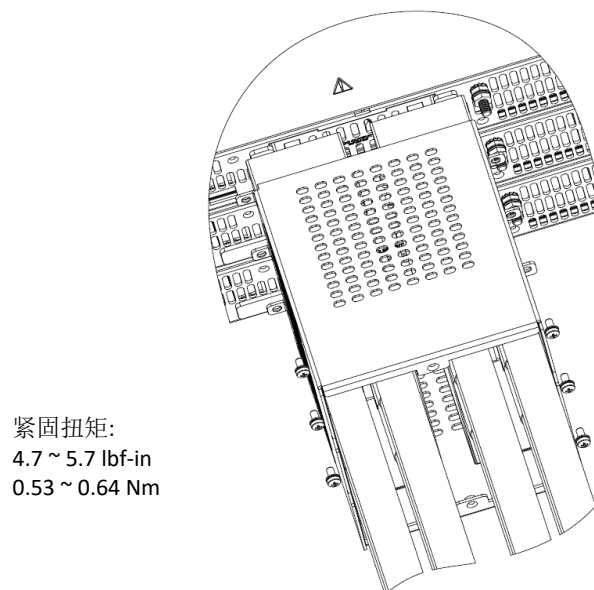

图 4-64: 10V 母线保护盖安装
7. 使用 6 个 M3x8 Sems 螺钉将母线保护盖安装到电源的后面板上，如图 4-64 所示（所示为 15kW，也适用于 10kW。对于 10kW，只有 4 个螺钉）。